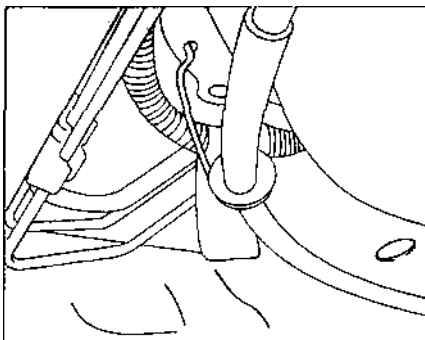

Рис. 7.60.
- извлечь пластмассовые втулки из отверстий опорных щитов задних тормозных механизмов, предварительно сняв фиксаторы (рис. 7.60);